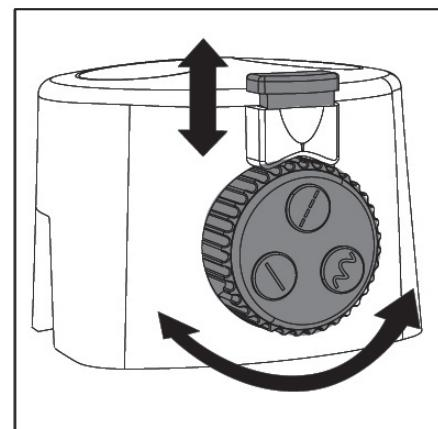

Abb. 5
- Verriegelungsschalter nach oben ziehen und Schnittart mit dem Drehschalter auswählen. Anschließend Verriegelungsschalter wieder herunterdrücken; das Gerät ist nun betriebsbereit (siehe Abb. 5).